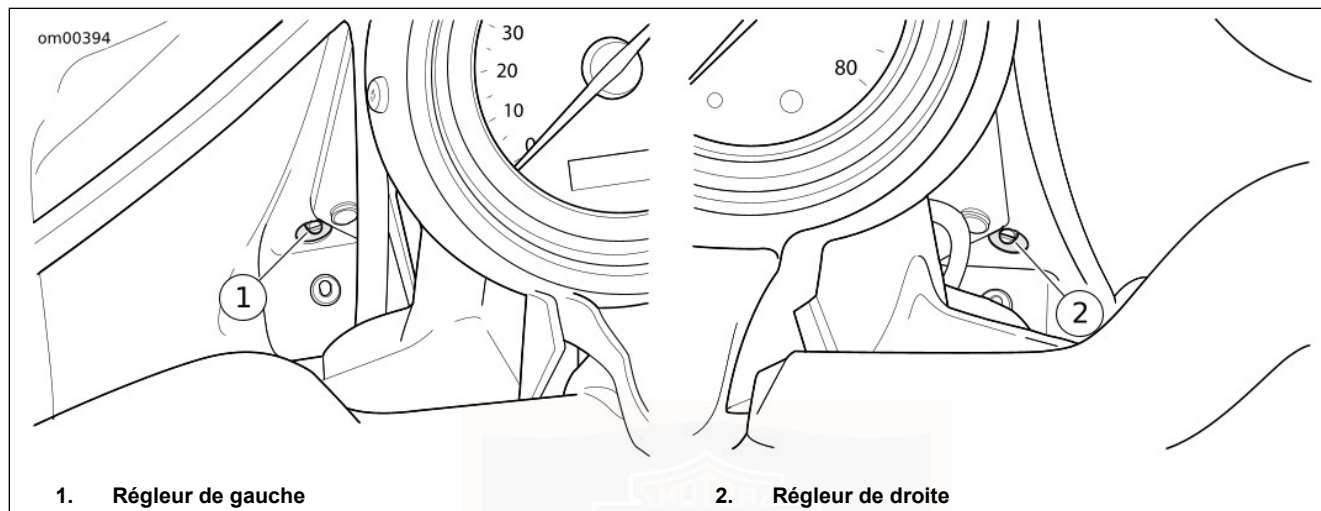

Figure 67. Régleurs du phare : Modèles à double phare
1. Voir Figure 67. Tourner les régleurs hexagonaux (métriques) situés près du bord inférieur du carénage intérieur. Se reporter à Tableau 38 pour la rotation des régleurs.